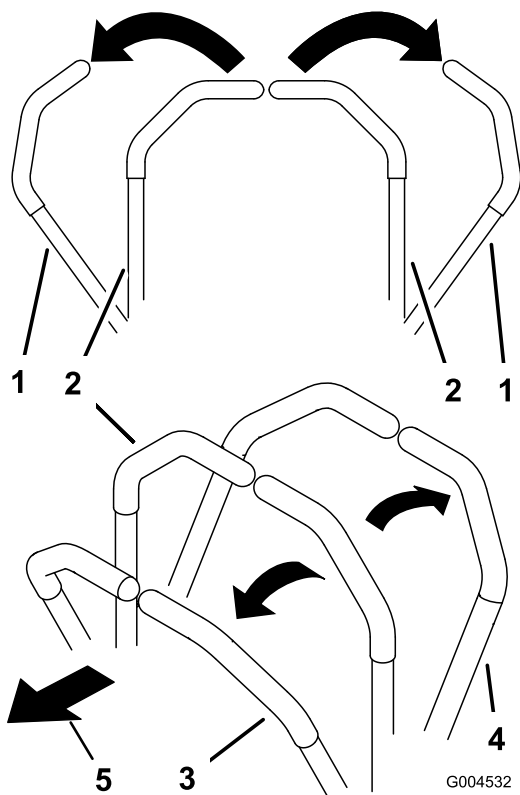

Figure 17
3. Pour vous déplacer en marche avant, poussez doucement les leviers de commande de déplacement vers l'avant (Figure 17).
Pour vous déplacer en ligne droite, appliquez une pression égale sur les deux leviers de déplacement (Figure 17).
Pour tourner, rapprochez du point mort le levier de commande correspondant à la direction que vous voulez prendre (Figure 17).
- Pour vous déplacer en marche arrière, tirez doucement les leviers en arrière (Figure 17).
Pour tourner, relâchez le levier de commande correspondant à la direction que vous voulez prendre (Figure 17).